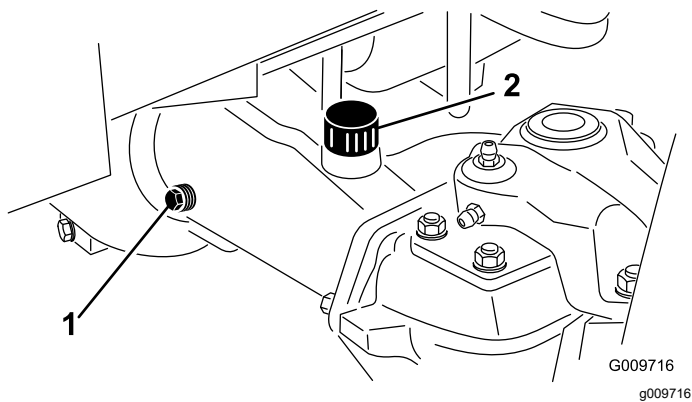

Figura 106
- Togliete il tappo di controllo da un'estremità dell'assale (Figura 106) e verificate che l'olio raggiunga la base del foro. Se il livello è basso, togliete il tappo di riempimento (Figura 106) e rabboccate con olio finché non raggiunge la base del foro del tappo di controllo.